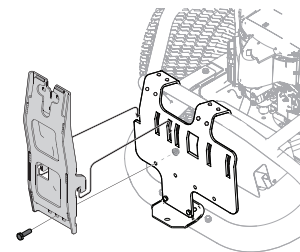

Figura 7
2. Instale la ménsula de soporte vertical (683-04519C) en el conjunto de montaje sobre el tractor enganchándolo encima del conjunto de montaje tal como se muestra en la Figura 7.
3. Fije el ensamblaje del colgador a la unidad de montaje con un perno hexagonal (710-0376) y una tuerca de seguridad con brida (712-04063) que viene con el paquete de herrajes 689-01419. Consulte la Figura 7.